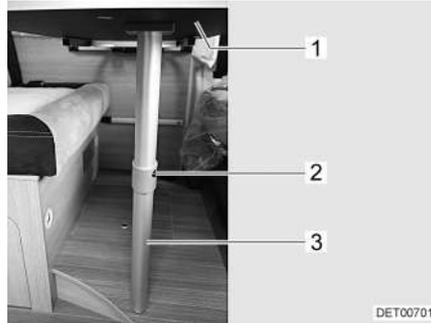

Fig. 29 Base de cama
- Levantar ligeramente por delante el tablero de la mesa (Fig. 29,1).
- Presionar el botón de desbloqueo (Fig. 29,2) y abatir 90° la parte inferior de la pata de apoyo articulada (Fig. 29,3).